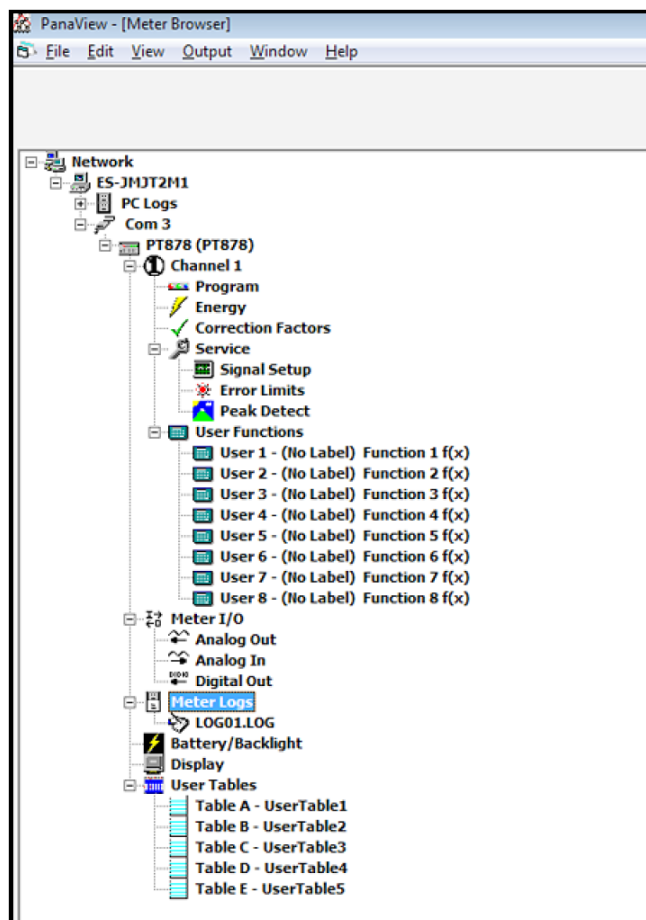

Рис. 6: Программа PanaView (Meter Browser – браузер приборов)
2. Просмотрите доступные записи в директории PT878 в папке *Meter Logs* (записи прибора) в окне *PanaView Explorer*. Например, файл **LOG01.log** на *рис. 6* ниже.